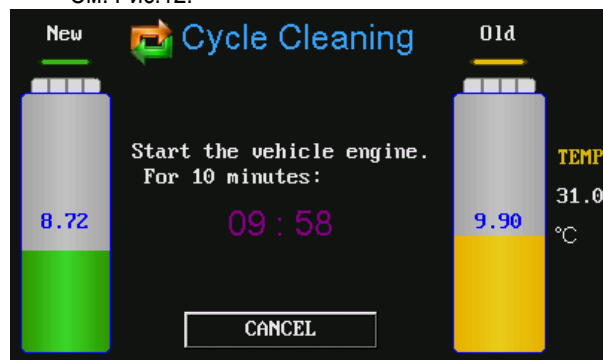

Рис. 12
- 4) Сообщение "Print is completed or cancelled" ("Печать завершена или отменена") отобразит обратный отсчет 10-минутного цикла очистки. См. Рис.12.